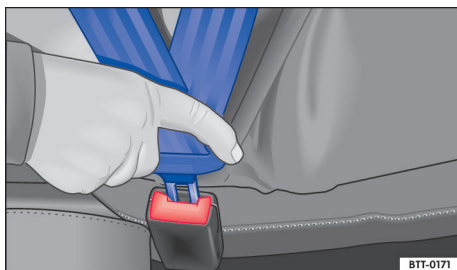

Fig. 34 Introduzir a lingueta do cinto de segurança no fecho do cinto de segurança.
- Introduzir a lingueta do cinto firmemente no fecho do cinto de segurança correspondente ao assento → Fig. 34.